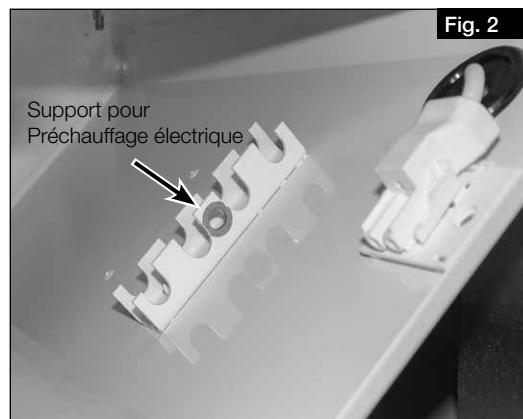

Fig. 2
4. Fixer le préchauffage électrique sur le support prévu à cet effet avec la vis et le disque denté fournis (Fig. 2 et 3).